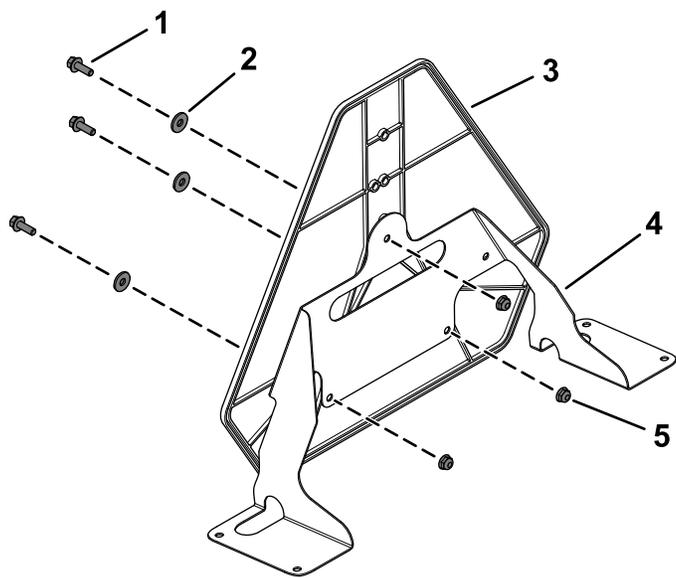

Figure 22
8. Fixez le panneau « véhicule lent » sur le support de feu de position avec 3 boulons à embase (1/4 x 3/4 po), 3 rondelles plates et 3 contre-écrous (1/4 po), comme montré à la Figure 22.